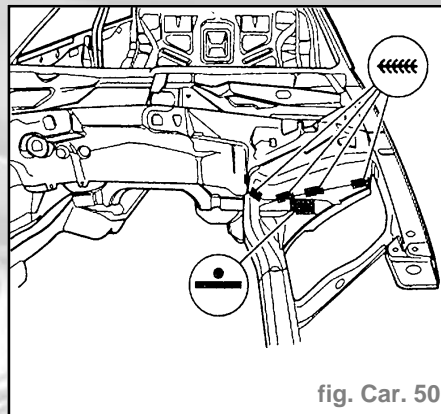

fig. Car. 50
- Souder la pièce neuve en cordon continu sous gaz de protection (fig. Car. 50).